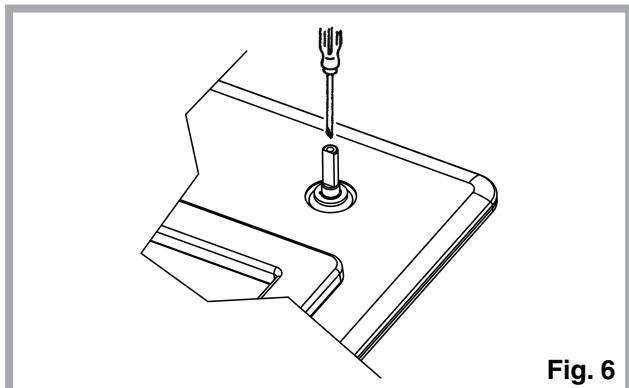

Fig. 6
- pour le réglage au minimum, tournez à l'aide d'un tournevis approprié la vis dans l'axe du robinet (Fig. 6) après avoir placé le robinet sur la position du minimum. Pour GPL (butane/propane) serrez à fond.